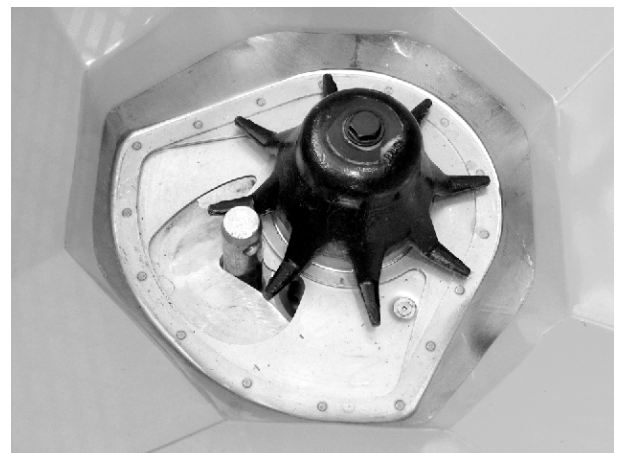

Fig. 61: Dragarmsbult bult i doseringsöppning
- ✓ Doseringspjället är lätt tryckt mot bulten. Se Fig. 61 Dragarmsbult bult i doseringsöppning.